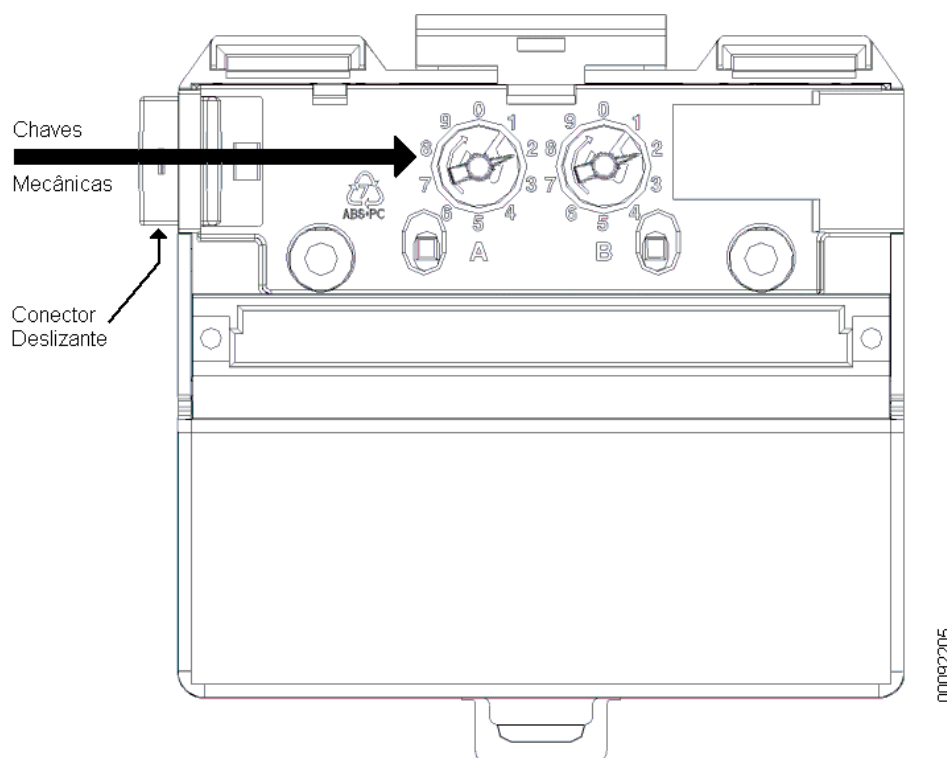

Figura 5-3 Chaves Mecânicas e Conector Deslizante
4. a partir da segunda base, deve-se recolher o conector deslizante (figura 5-3), e executar os passos 1, 2 e 3, até que a base esteja firmemente encaixada no trilho;